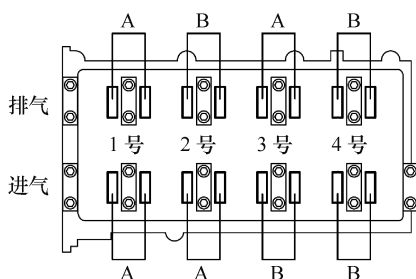

图 5-3 检查气门间隙
① 顺时针转动曲轴, 使 1 号气缸位于压缩行程的上止点(TDC)处。
② 在图 5-3 中所示的 A 位置测量气门
⑤ 在图 5-3 中所示的 B 位置测量气门间隙。